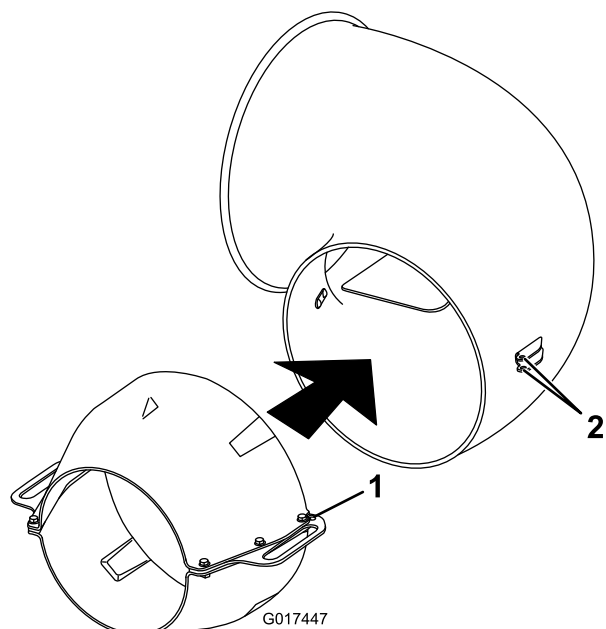

図 3
1. ノズルエクステンションをノズルに被せ、取っ手についている穴を、ノズルの各アタッチメントブラケットの上下の穴に合わせる (図 3)。